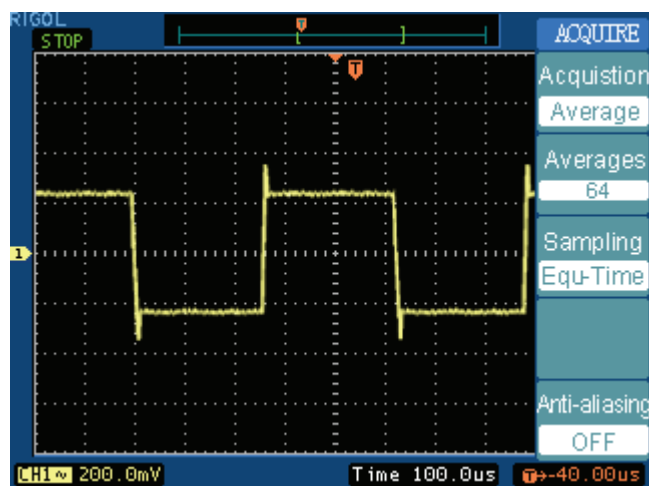

Figura 3-3
- Alterne a tecla virtual **Averages** para selecionar o número de aquisições médias que melhor elimina o ruído da forma de onda exibida. Quanto mais alto o número de aquisições médias, mais ruído é removido da tela. Entretanto, quanto mais alto número de aquisições, mais lenta a forma de onda responde às mudanças de forma de onda. Você necessita selecionar entre quanto mais rápido a forma de onda responde às mudanças e quanto ruído existe no sinal (vide Figura 3-3).